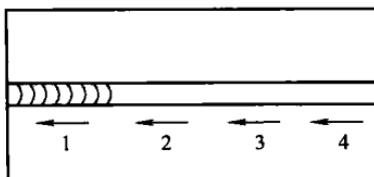

图 1-12 采用分段退焊法克服磁偏吹
**说明：**在焊接过程中，采用如图 1-12 所示的分段退焊法，也能有效地克服磁偏吹。